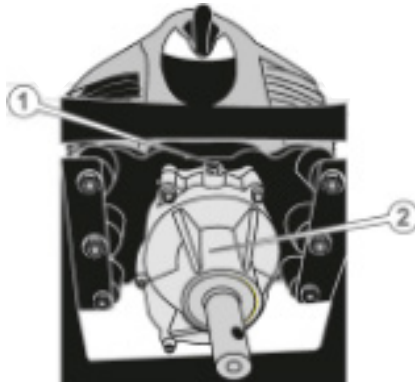

Рисунок 2. Схема обслуговування редуктора.
1. Відкрити гвинт (1, рис. 2) отвору заправки мастила в редуктор (2, рис. 2).